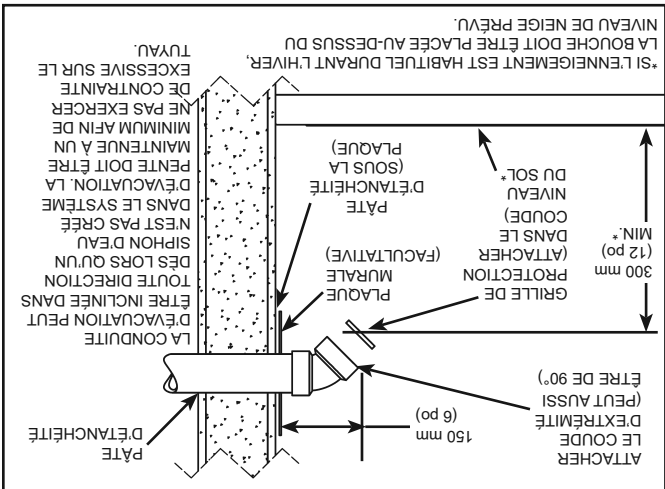
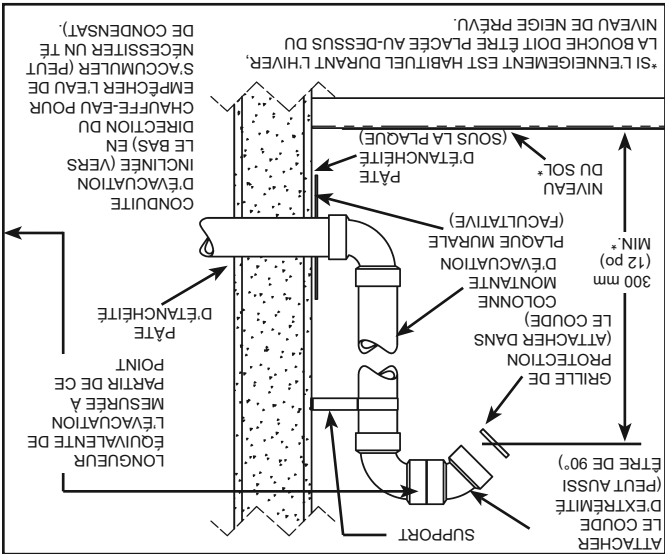
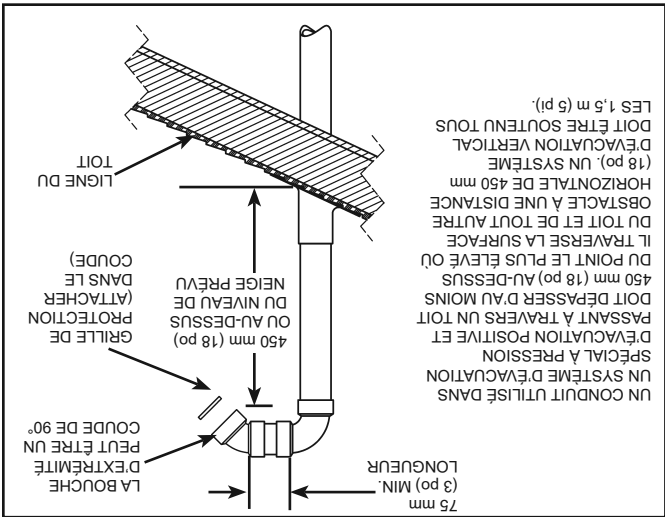

Figure 34.
Figure 35.
Figure 36.
- Voir les matériaux et dimensions des tuyaux d'évacuation à la Figure 33 et la Table 3. Des exemples de bouches d'évacuation sont présentés à la Figure 34 et la Figure 35. Si l'installation nécessite une colonne montante d'évacuation forcée, un écoulement adapté doit être prévu pour éviter l'accumulation de condensation. La sortie de l'évacuation à travers un toit est illustrée à la Figure 36.